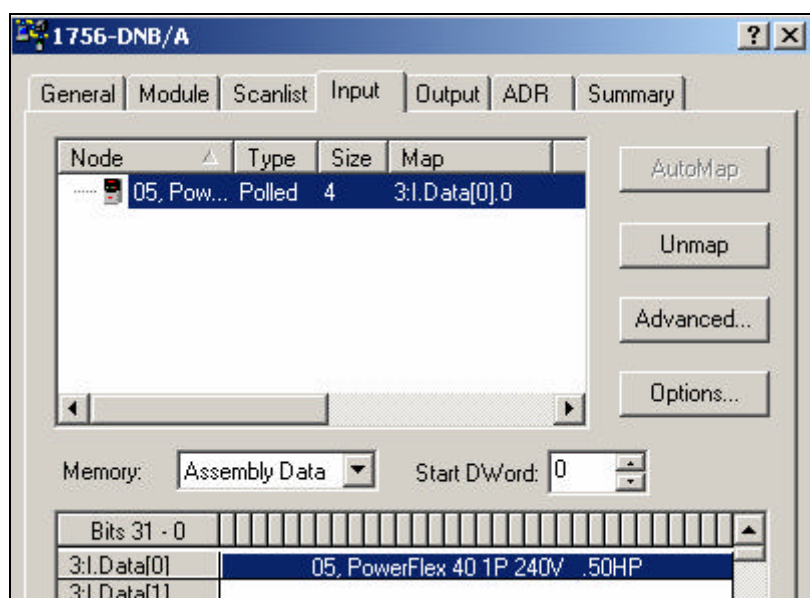

图 3-42 映射 I/O 地址
26. 选择 Input (输入字) 选项卡，自动映射 I/O 地址，如图 3-42 所示。